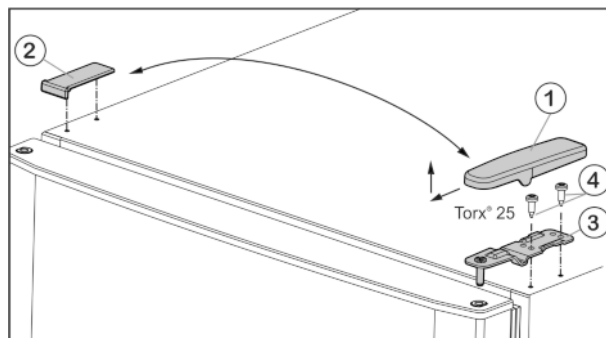

Fig. 5
- ▶ Изтеглете покритието Fig. 5 (1) напред и нагоре.
- ▶ Свалете покритието Fig. 5 (2).
- ▶ Развийте горната лагерна стойка Fig. 5 (3) с (2 x Torx® 25) Fig. 5 (4) и издърпайте нагоре.
- ▶ Поставете горната лагерна опора *Fig. 5 (3)* върху новата страна на шарнира във вратата.
- ▶ Затегнете горната лагерна опора **здро**во (с 4 Nm) (2 x Torx® 25) *Fig. 5 (4)*. Евентуално използвайте акумулаторна отвертка.
- ▶ Поставете капака *Fig. 5 (1)* от срещуположната страна отвън и го фиксирайте.
- ▶ Поставете капака *Fig. 5 (2)* също от срещуположната страна отгоре и го фиксирайте.